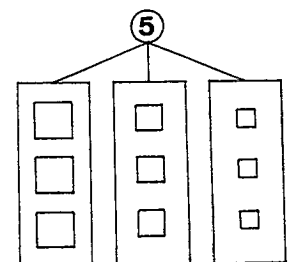

Fig. 3
1.3 Satz Würfelformen (361 14); Abb. 3
- ⑤ 3 Würfelformen aus Siliconkautschuk
1.3 Set of Cubical Moulds (361 14), Fig. 3
- ⑤ 3 cubical moulds, made of caoutchouc